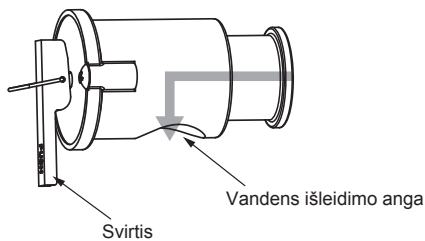

Fig. 4-2
4.4. Dalys, kurias reikia reguliariai tikrinti (Fig. 4-2)